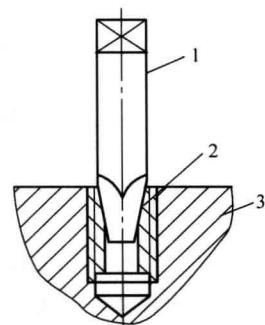

图 1-4 取出折断螺柱残端
2) 在折断螺柱残端与螺纹孔面持平，或者还低于螺纹孔平面时，可在折断螺柱残端面中心打一个样冲眼，并用比折断螺柱螺纹直径小 $1.5\sim2\text{mm}$ 的钻头，按打好的样冲眼将折断螺柱残端钻通；然后用带方柄的锐利的三角形楔锥装入已钻好的孔中（图1-4），用锤子敲入（用力要适当），牢牢“咬住”；最后用扳手套在方柄上，按螺纹拧出方向拧转，即可将